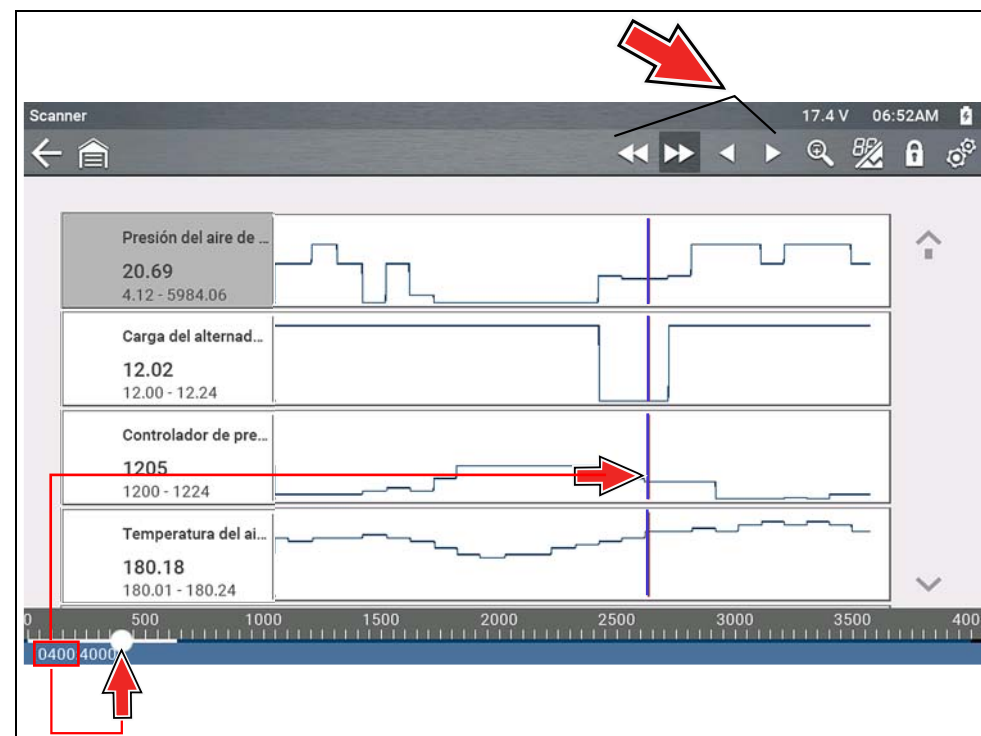

Figura 4-21
3. En la vista de gráfico, use los iconos de control para moverse por los datos (Figura 4-21).
El cursor azul (vertical) (Figura 4-21) muestra su posición en los datos y se indica mediante el valor de posición actual (Figura 4-21) en la pantalla del contador. El cursor se muestra en todos los PID.